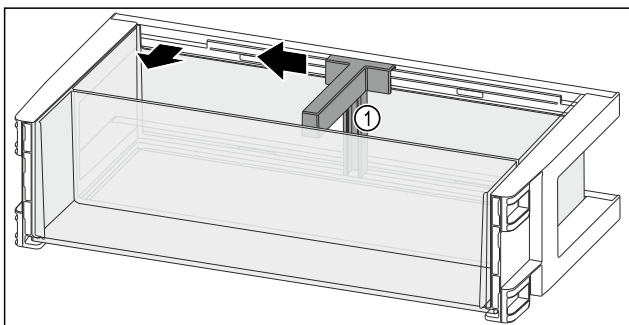

Fig. 92
- ▶ Сместите держатель для бутылок Fig. 92 (1) до выемки в сторону.
- ▶ Извлеките держатель для бутылок Fig. 92 (1).